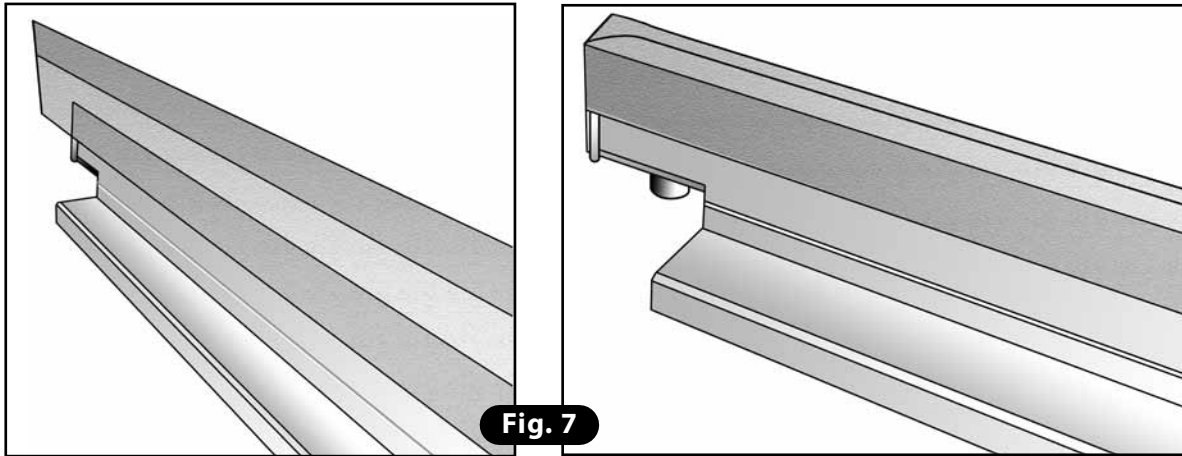

Fig. 7
- 4) Aplique la nueva cinta y corte la parte que sobra en las dos puntas (Fig. 7).